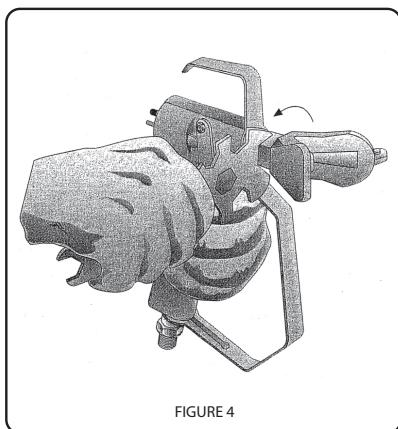

FIGURE 4
- 3 Retirez le protecteur et la buse de pulvérisation (figure 4). Plongez-les dans du dissolvant de nettoyage.